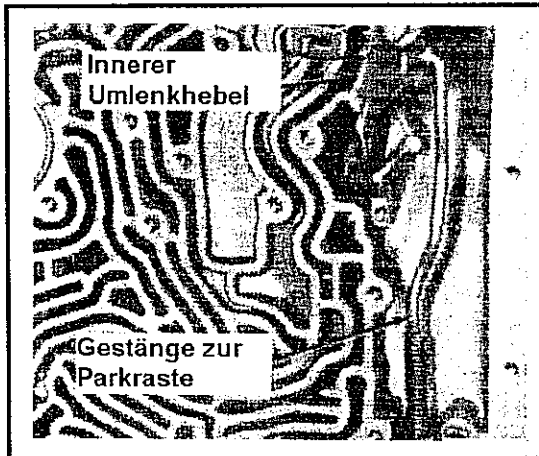

Abb. 10-143 Übertragungsgestänge vom inneren Umlenkhebel des Wählschiebers
- Die Betätigungsstange unter der Halterung und der Parkraste anbringen. Siehe Abb. 10-143.